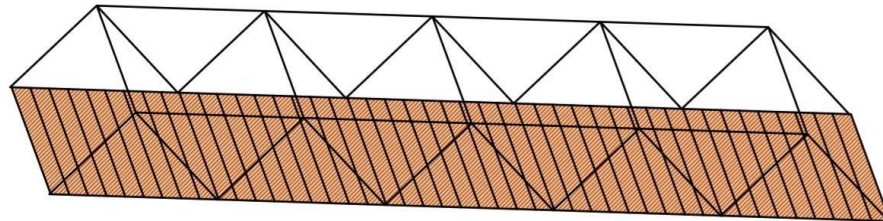

Figura 4 – Esquema da Estrutura de Passagem Horizontal
2.2.9 – A ponte deve ter estrutura horizontal que liga as suas bordas de apoio, servindo como “piso” para passagem de veículos e pessoas de um lado para o outro conforme a **Figura 4**. *Obs: Este é um dos itens de desclassificação da equipe;*